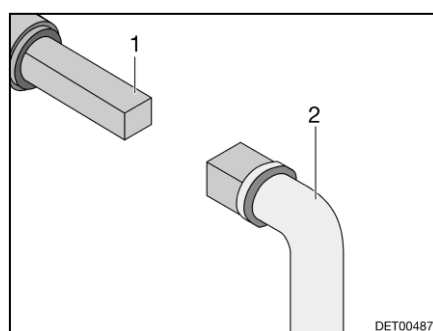

Fig. 159 Utilisation du robinet d'évacuation des eaux usées
- Insérer la clé (Fig. 159,2) sur la vis à quatre pans (Fig. 159,1).